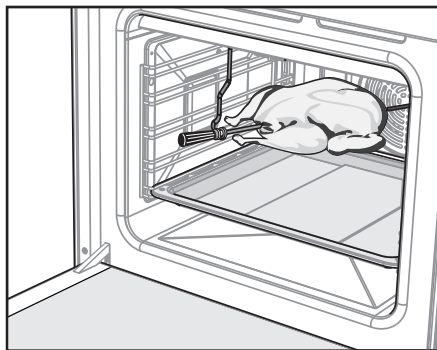

Рис.14
- Насадите на штык кусок мяса или тушку птицы (привязав крылья и ноги к тушке) и закрепите его вилками посредством крепежных винтов. Штык вертела располагается по диагонали внутри духовки. Закрепленный на штыке кусок мяса должен находиться точно под грилем (рис. 14).